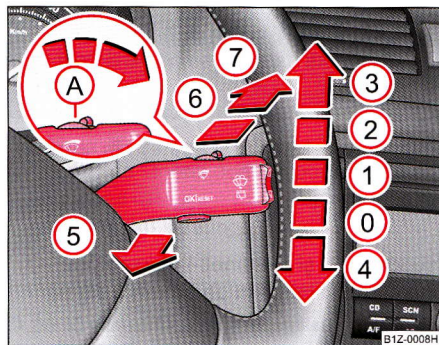

Fig. 55 Maneta de acționare a ștergătoarelor de parbriz
Maneta de acționare a ștergătoarelor ⇒ fig. 55 are următoarele poziții:
- Când ștergătoarele funcționează încet ② sau rapid ③ ⇒ pagina 74, fig. 55 și viteza de deplasare se reduce sub 4 km/h, se va comuta pe treapta imediat inferioară. La creșterea vitezei peste 8 km/h se va relua ștergerea existentă anterior.
Pentru spălarea farurilor, după fiecare a cincea spălare a parbrizului se vor spăla și farurile; pentru aceasta farurile trebuie să fie aprinse și maneta de acționare a ștergătoarelor de parbriz trebuie să fie menținută cca. 1 secundă în poziția ⑤ ⇒ pagina 74, fig. 55.
- Apăsăți apoi în interval de 20 secunde maneta ștergătoarelor în poziția ④ ⇒ pagina 74, fig. 55 - brațele ștergătoarelor adoptă poziția de service. ►